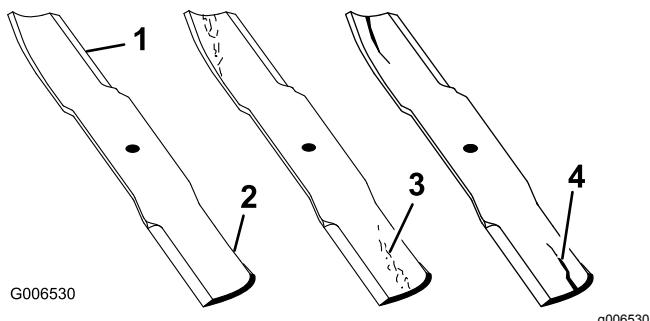

図 28
2. ブレードの切っ先を注意深く観察、特に、直線部と曲線部が交わる部分をよく観察する図 28。この、直線部と曲線部の交差域は、砂などによる磨耗が進みやすい部分なので、機械を使用するまえによく点検することが必要。磨耗が進んでいる場合 図 28 にはブレードを交換する ブレードの取り外しと取り付け \(ページ 20\)を参照。
ブレードの磨耗を放置すると、ブレードのセール部と平坦部との間に割れ目が発生する図 28。この割れ目が拡大すると、最終的にはブレードがちぎれてハウジングの下から飛び出し、これがオペレータや周囲の人に重大な人身事故となる。